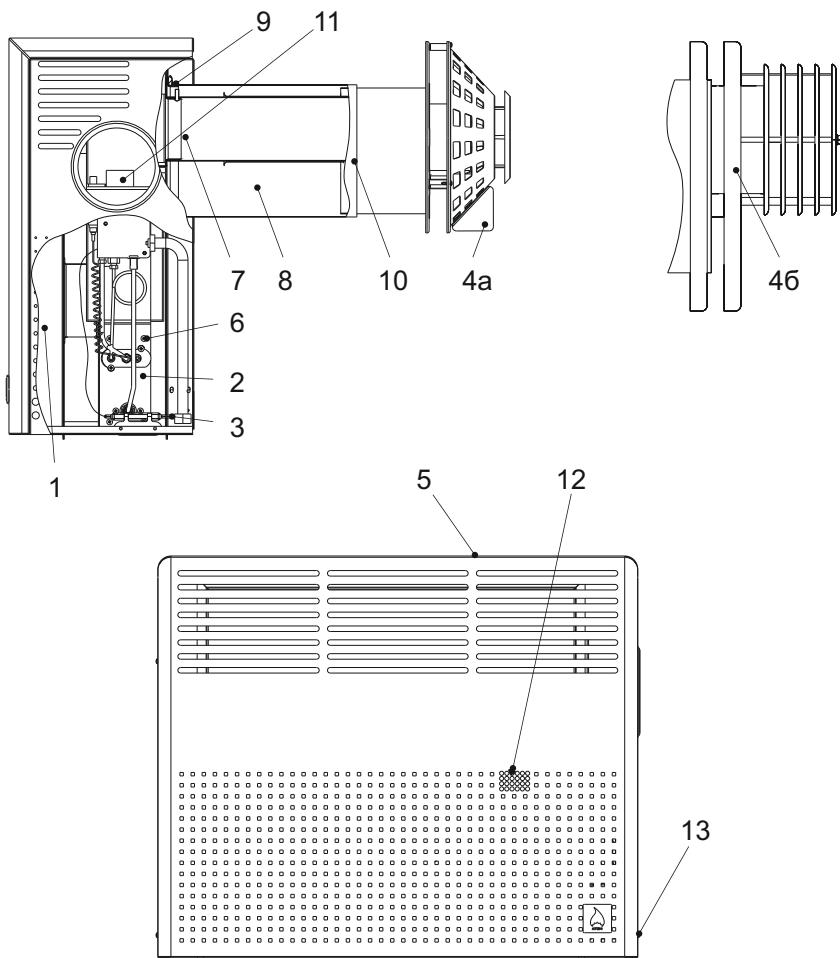

Рис. 1. Будова конвектора
5.1. Конвектор (рис.1) складається з таких основних частин: корпуса із герметичною камерою згорання, димоповітряного блоку, пристрою газопальника, кришки, що закриває верхній отвір облицювального кожуха. Для забезпечення герметичності топки конвектора між корпусом і димарем, пристроям газопальника, кришками встановлені прокладки з базальтового картону.